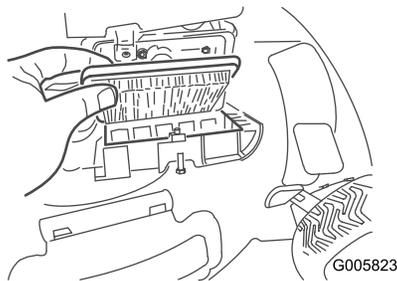

Figura 18
2. Cambie el filtro de aire (Figura 18).